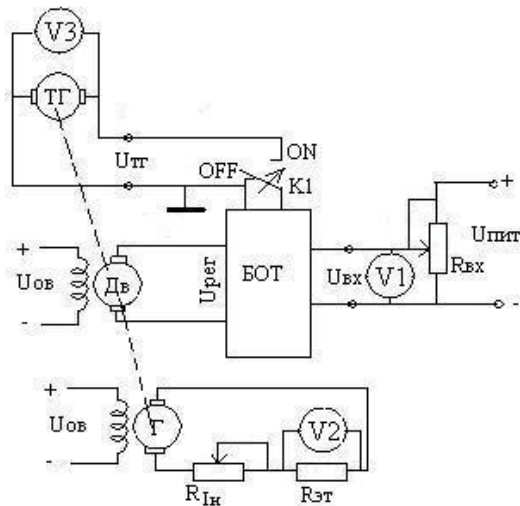

Рис. 3. Схема стенда для определения механических характеристик ДПТНВ при управлении по цепи якоря.
На рис. 3 представлена схема лабораторного стенда для экспериментального определения механических характеристик двигателя в разомкнутом и замкнутом электроприводах.
где U_H — напряжение, измеряемое вольтметром V2 (рис. 3), $R_{ЭГ} = 0.1 \text{ Ом}$ — эталонное сопротивление.
где $U_{ТГ}$ — напряжение на выходе ТГ, измеряемое вольтметром V3 (рис. 3), который подключается к клеммам $U_{ТГ}$ на пульте управления.
Управление скоростью вращения двигателя осуществляется от промышленного регулятора БОТ путем изменения управляющего напряжения $U_{ВХ}$ потенциометром $R_{ВХ}$ (рис. 3).
2. Проверить отсутствие напряжения питания силового преобразователя БОТ. Силовой автомат А1 в настенном шкафу должен быть выключен. При выключенном А1 собрать схему в соответствии с рис.3.
3. Определить механическую характеристику $n = f(M_{торм})$ двигателя СЛ621 в разомкнутом электроприводе. Для этого (рис.3, 4):